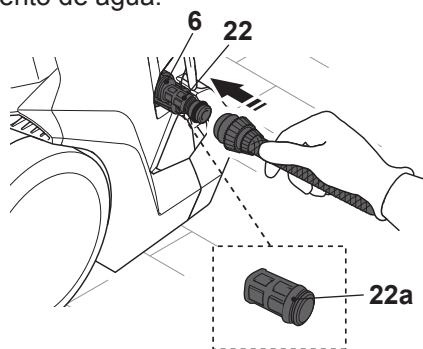

Fig. 14
1. Ligue o adaptador da mangueira da entrada de água (22) na entrada de água (6) (Fig. 14).
2. Ligue uma mangueira de água adequada (não incluída) no abastecimento de água e, em seguida, a outra extremidade no adaptador da mangueira da entrada de água (22).